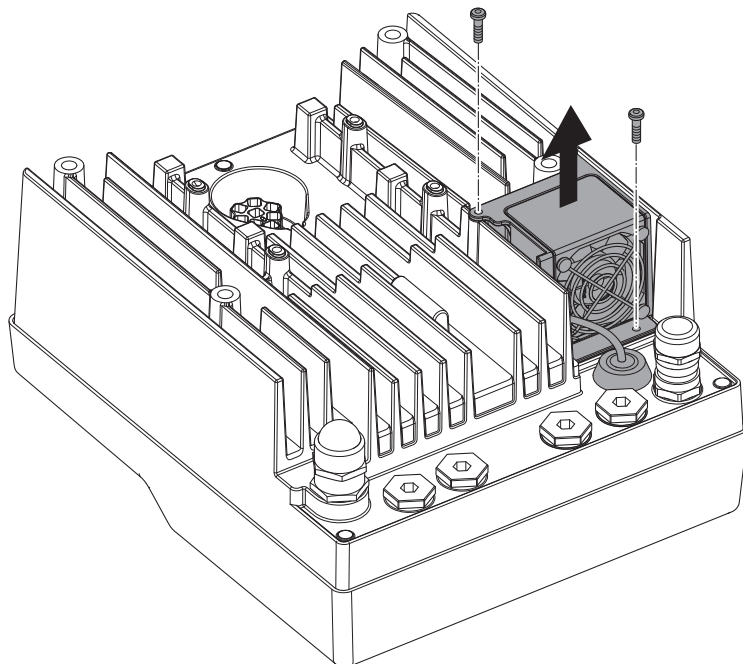

Fig. 47: Демонтаж вентилятора модуля
- Ослабить винты вентилятора модуля (Fig. 47).